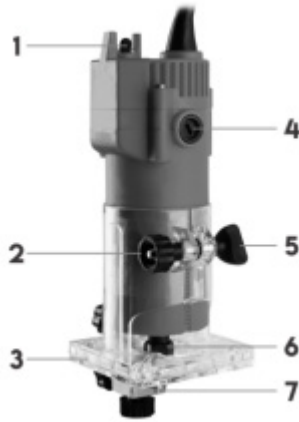

Figura 1: Especificações do produto
- 1- Solte o parafuso de aperto (5 - Figura 1) e use o parafuso de regulagem (2 - Figura 1) para ajustar a placa da base (3 - Figura 1) até a altura desejada.
- 2- Após ajustar, aperte o parafuso de aperto (5 - Figura 1) com firmeza para prender a base da ferramenta.